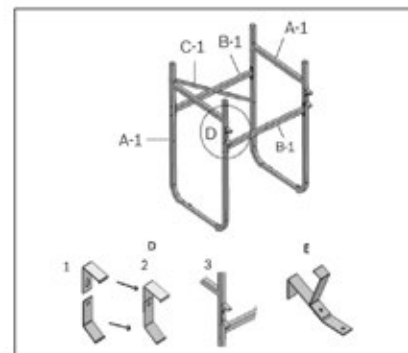

Fig. 2
Para facilitar el montaje, apretar primero todos los tornillos a mano. Puede necesitar cierto juego en la estructura para facilitar la fijación del colector (Fig. 2).
- Poner atención en que los orificios de los dispositivos superiores de sujeción del colector de los soportes laterales A-1 queden alineados hacia el mismo lado (Fig. 2).